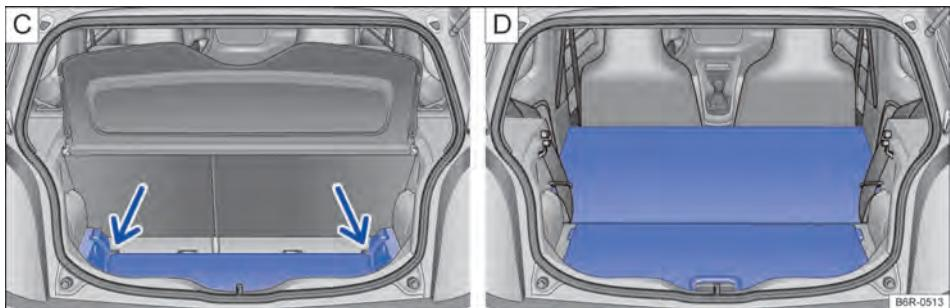

Fig. 104 C: expandir o compartimento de bagagem para baixo. D: expandir o compartimento de bagagem para frente.
- Levantar o assoalho do compartimento de bagagem e empurrar para baixo para a guia → **Fig. 104 C** (setas).